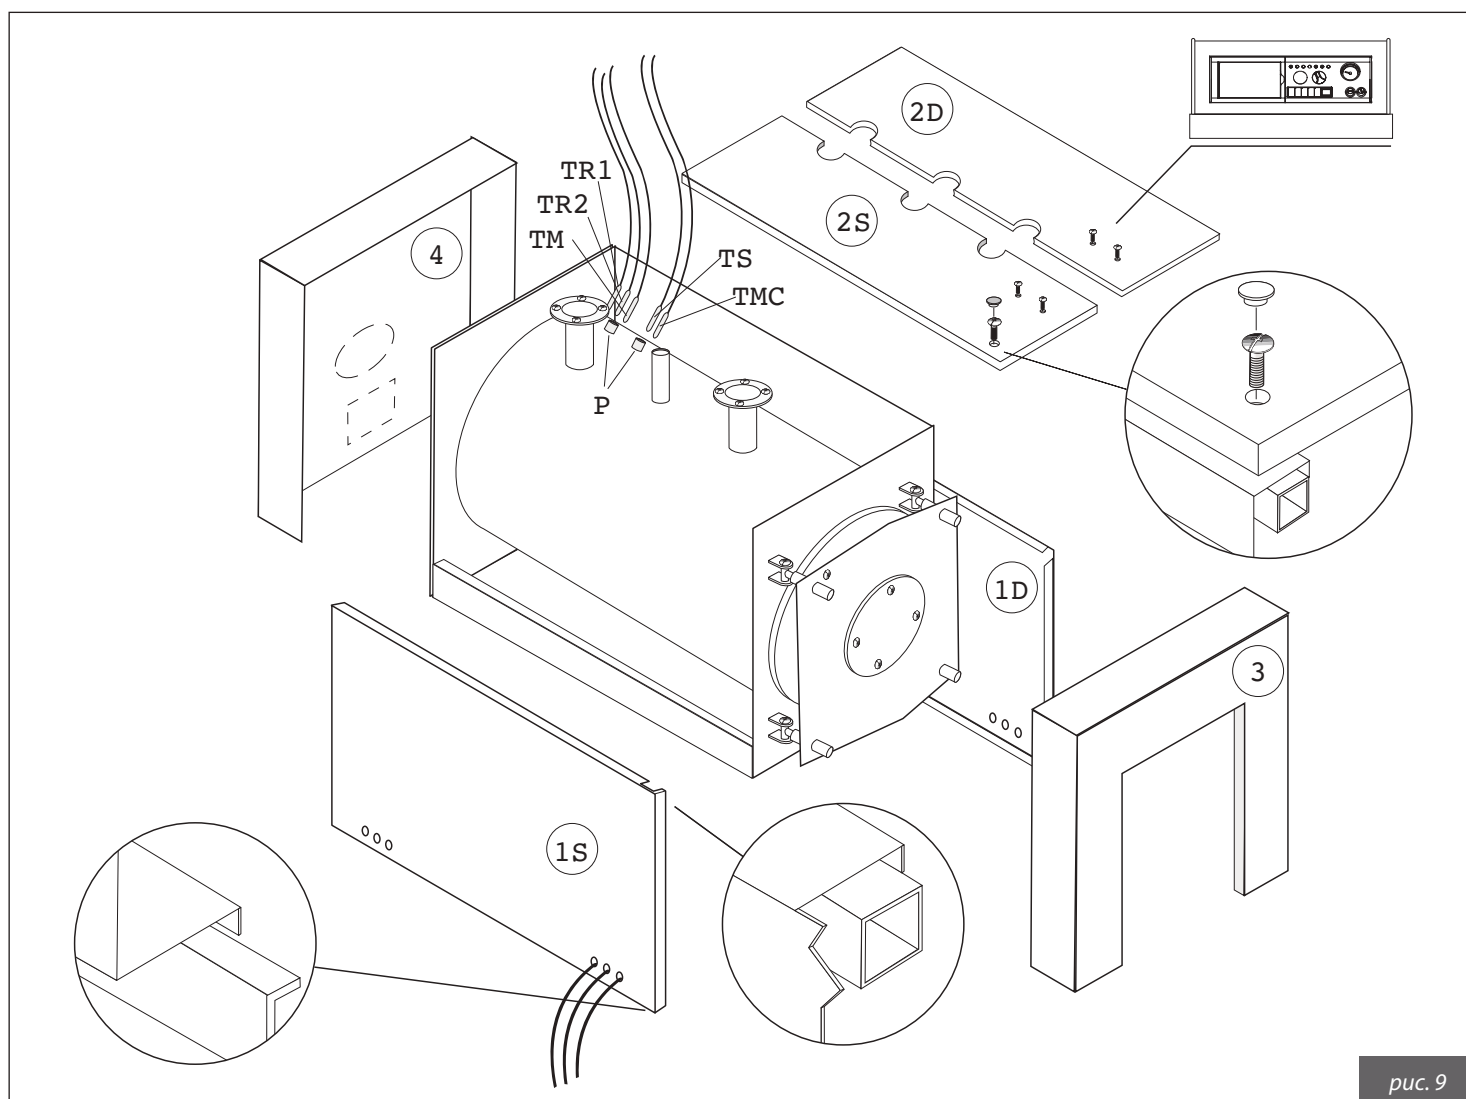

рис. 9
4.1. Обшивка котла панелями для RODI DUAL и RODI DUAL HR 70÷400 (рис. 9)
- ф) Закрепить верхние панели винтами и закрыть проходные отверстия заглушками (см. рис. 9).